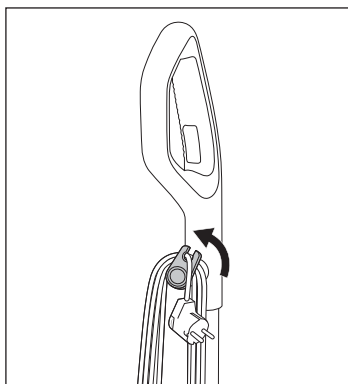

Fig. 43
- ♦ Tire ligeramente hacia fuera del enganche superior del enrollacables **16** y vuelva a girarlo hacia arriba (consulte la fig. 43).